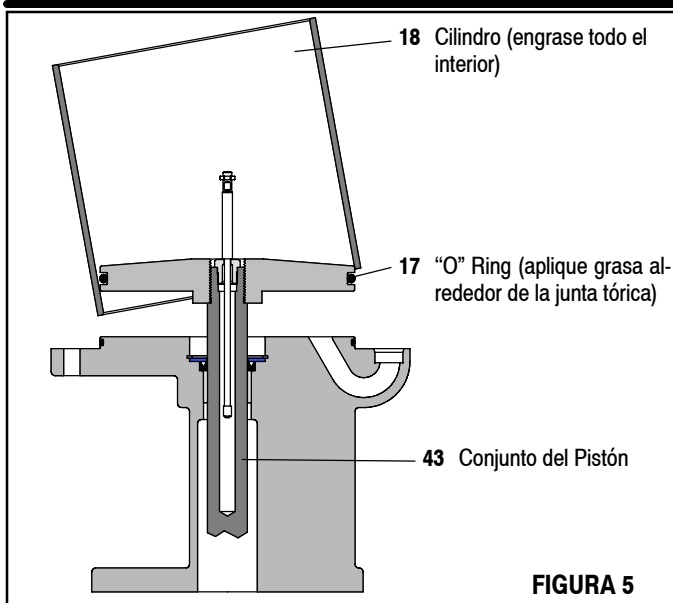

FIGURA 5
2. Coloque el tornillo (14) en la varilla de la válvula (19). El extremo roscado del tornillo debe encontrarse hacia abajo, lejos del extremo roscado de la varilla de la válvula.
3. Mientras sostiene con pinzas de sujeción el montaje de la varilla (19) por debajo de las roscas, limpie las roscas con solvente y aplique Loc-tite 271 sobre las roscas y acople la varilla extensible (11).
4. Coloque la varilla de la válvula (19) dentro del orificio del extremo del montaje del pistón (43) y atornille el tornillo (14) dentro del montaje del pistón (43).
5. Engrase cuidadosamente e instale el "O" ring (16) de la base del motor neumático y del montaje del cojinete (26).
6. Coloque el empaque tipo "U" (25), la arandela guía (24) y el anillo de retención (21) de la base del motor neumático y del montaje del cojinete (26).
7. Engrase e instale el "O" ring (13) en el casquillo inferior (41).
8. Engrase el diámetro interior del conjunto de cabezal (35) e inserte el casquillo inferior (41) dentro de la cuerda interior del conjunto de cabezal (35) empleando un momento de torsión.
9. Alinee los orificios de los pernos del casquillo inferior (41) y del conjunto de cabezal (35) y ajuste los cuatro tornillos (40).
10. Presione el montaje del pistón (43) a través del empaque tipo "U" (25) de la base del motor neumático y del montaje del cojinete (26), con cuidado para no dañar el empaque tipo "U".
11. Engrase cuidadosamente el interior del cilindro (18).
12. Aplique grasa en el "O" ring (17), luego insértela en el fondo del cilindro (18), tal como lo muestra la figura 5.
13. Empuje el montaje del pistón (43) hacia el extremo superior del cilindro.
14. Engrase cuidadosamente e instale los "O" rings (42 y 16) del conjunto de cabezal (35).
15. Engrase cuidadosamente los dos "O" rings (36) e instale una en cada extremo del tubo (44).